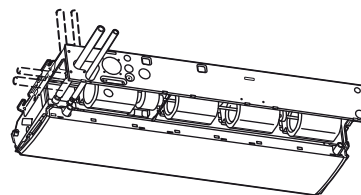

Fig. 3-19
- Les positions des connexions de tube de réfrigérant sont indiquées dans la figure ci-dessous. (Le tube peut être acheminé en 3 directions.) (Fig. 3-19)
- \* Si la durite de vidange est acheminée par le côté gauche, se reporter à la Fig. 3-19, et suivre la procédure ci-dessus pour installer la durite. Remonter la butée en caoutchouc déposée plus tôt sur le côté droit.